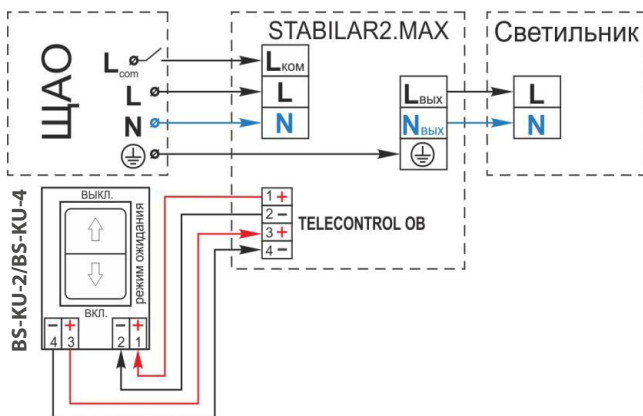

Рис.5
- ➔ функция TELECONTROL OB (OB - On Board(на борту)), устройство дистанционного тестирования и управления TELECONTROL интегрировано в источник аварийного питания STABILAR-2.MAX, что позволяет управлять и тестировать БАП как с помощью УДТУ BS-TELECONTROL, так и с помощью Кнопок управления моделей BS-KU-2 и BS-KU-4, рис.5. и рис.6;